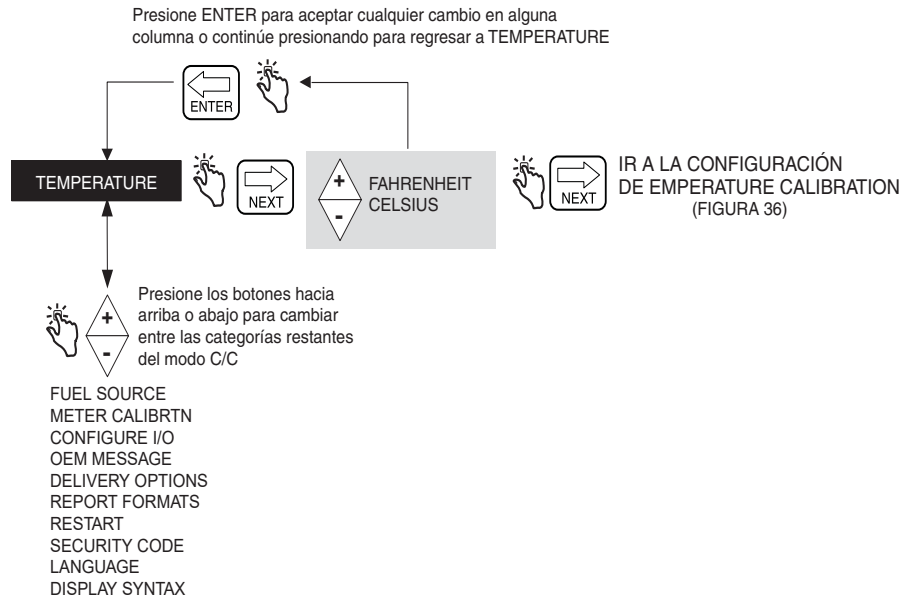

Figura 35. Configuración de Temperature
La Figura 35 ilustra la configuración de Temperature Probe en el modo C&C.
1. Establezca el modo de temperatura en Celsius o Fahrenheit como se muestra en la Figura 35, Configuración de Temperature.